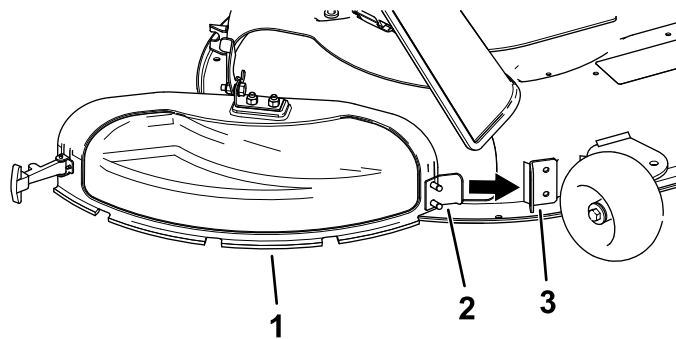

Figura 13
3. Oriente a patilha de metal na cobertura de descarga para a ranhura no suporte soldado à plataforma do cortador (Figura 13).